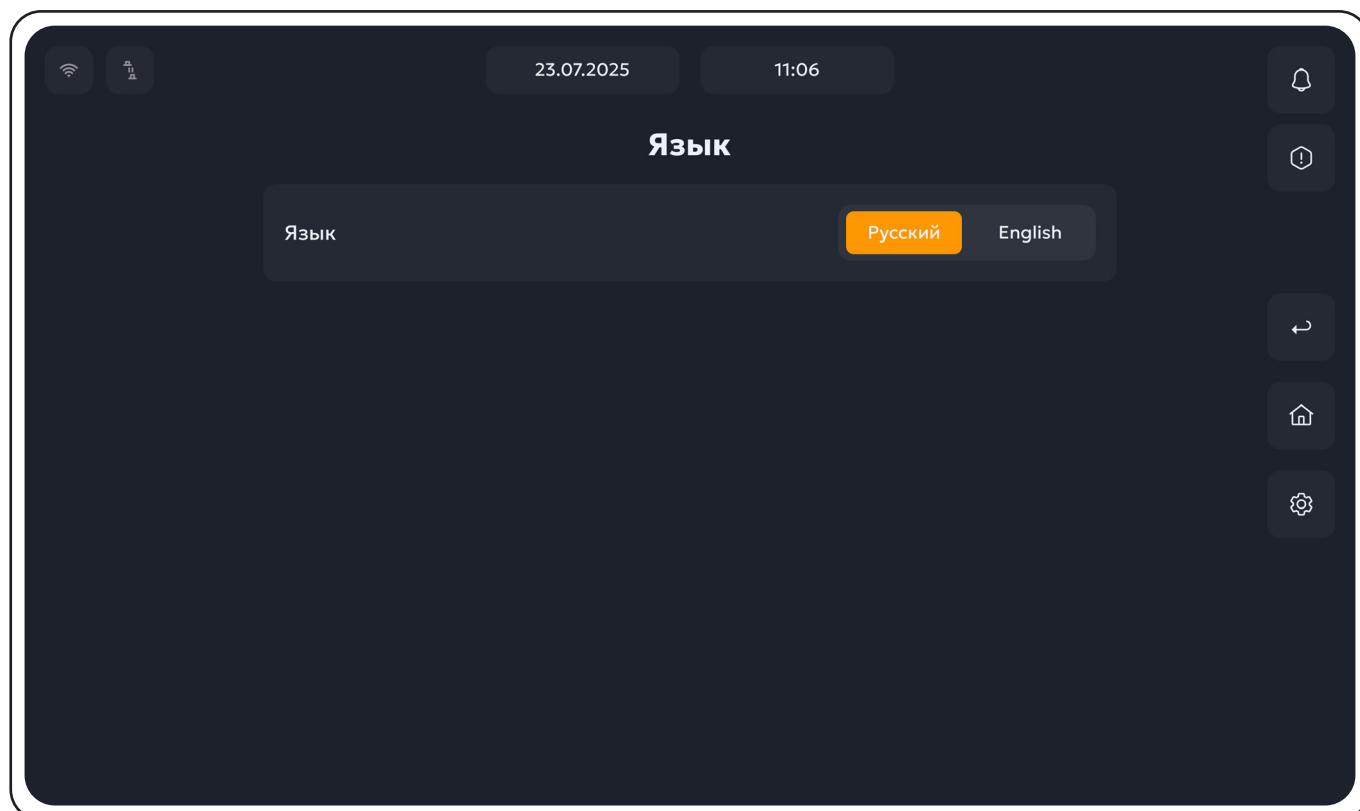

Рисунок 61. Меню пункта **Язык**.
2. Выбрать пункт **Язык**, после чего откроется следующее меню (рис.61):